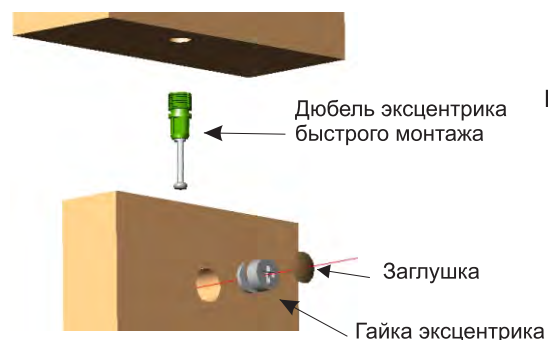

Рис.2
Установите шканты (3) в отверстия d=8 мм топа С и низа D. Вставьте дюбель эксцентрика быстрого монтажа (1а) в топ С и в низ D (см. Рис.2). Установите опоры (4) в отверстия в плоскости низа D. Используя шурупы (6) прикрепите штангу выдвижную (13) по наметкам в нижней плоскости полки В.. Вкрутите болты усиленного эксцентрика (5а) в отверстия боковин А. В полки В вставьте гайки усиленного эксцентрика (5б). Соедините вместе боковины А, низ D и заднюю стенку Е (состоит из двух половин) используя профиль G. Вставьте эксцентриковые гайки (1б) и с помощью шестигранного ключа или отвертки (в комплект не входят) затяните их по часовой стрелке до фиксации (см. Рис.2). К собранной конструкции присоедините топ С и закрепите с помощью эксцентриковых стяжек (1). Вставьте полки В и затяните гайки усиленного эксцентрика (6б) до фиксации. Используя шурупы (7) прикрепите заднюю стенку Е к полкам В.. Используя шурупы (8), мини-винты (9) прикрепите петли (10) к дверям F и боковинам А(См. Рис 3.). Используя подкладки для ручек (11) прикрепите ручки (12) к дверям F, винтами прилагаемыми к ручкам. В эксцентриковые гайки (1б) вставьте заглушки (2). Отрегулируйте опоры (4) по высоте ..